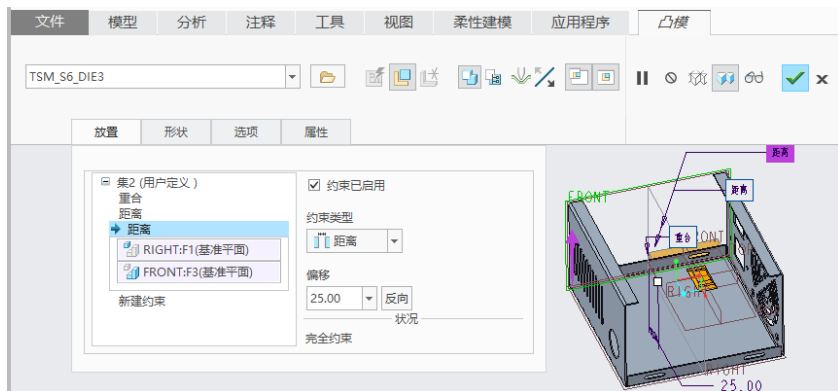

图 6-101 定义第 3 个约束
(6) 单击“新建约束”新建一个约束, 从“约束类型”下拉列表框中选择“距离”, 在参考零件中选择 RIGHT 基准平面, 在盖板钣金件中选择 FRONT 基准平面, 单击“反向”按钮, 在“偏移”框中输入“25”, 此时状况提示为“完全约束”, 如图 6-101 所示。